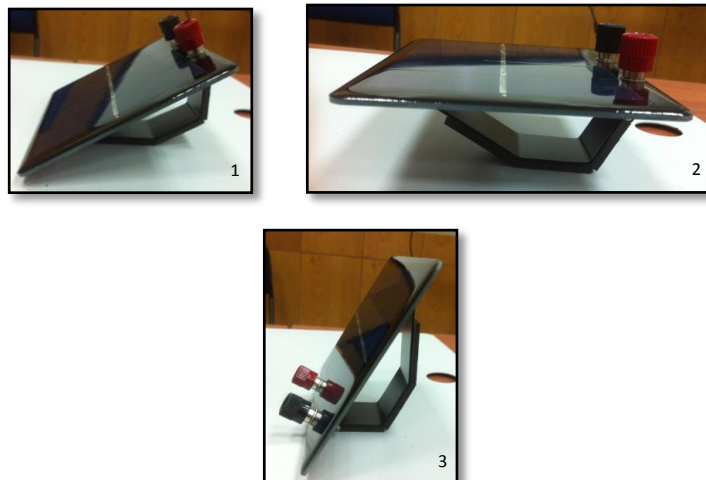

Figura 3: Fotografías de las posiciones del módulo solar
- Modifique manualmente el ángulo del módulo solar a 120° y 60° figura 3.